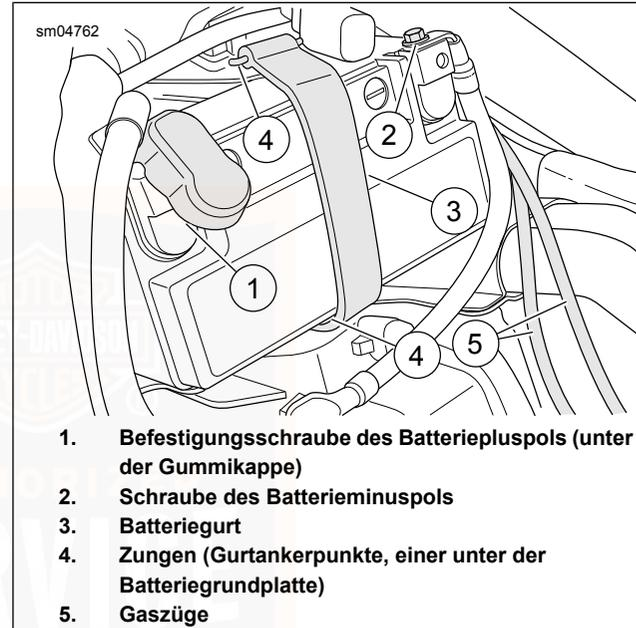

Abbildung 51. Batterie eingebaut
8. Siehe Abbildung 51. Das Batterieminuskabel vom Batterieminuspol (–) entfernen.
2. Siehe Abbildung 51. Die voll aufgeladene Batterie mit den Kontakten nach oben und Batterieminuspol (-) zur rechten Seite des Motorrads in die Batteriehalterung schieben.
3. Siehe Abbildung 51. Korrekten Verlauf des Gaszugs nachprüfen.